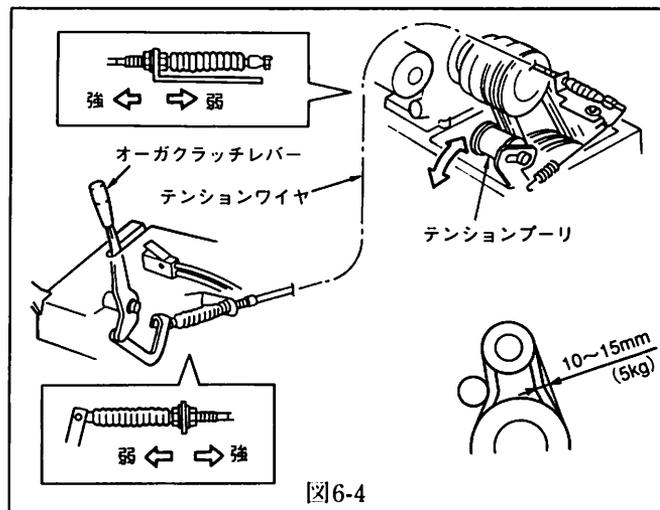

図6-4
- ①オーガクラッチレバーを「入」にします。
- ②Vベルトの中央に約5kgの荷重をかけた場合、タワミ量が10～15mm程度になっているかチェックしてください。タワミ量が大きいとVベルトの張りが弱くなり、スリップして駆動力が低下します。(図6-4参照)
- ③調整する場合には、テンションワイヤのナットを緩め、図のように移動させると、テンションプーリの位置が変わることによって、ベルトの張りの強弱を調整することができます。(図6-4参照)